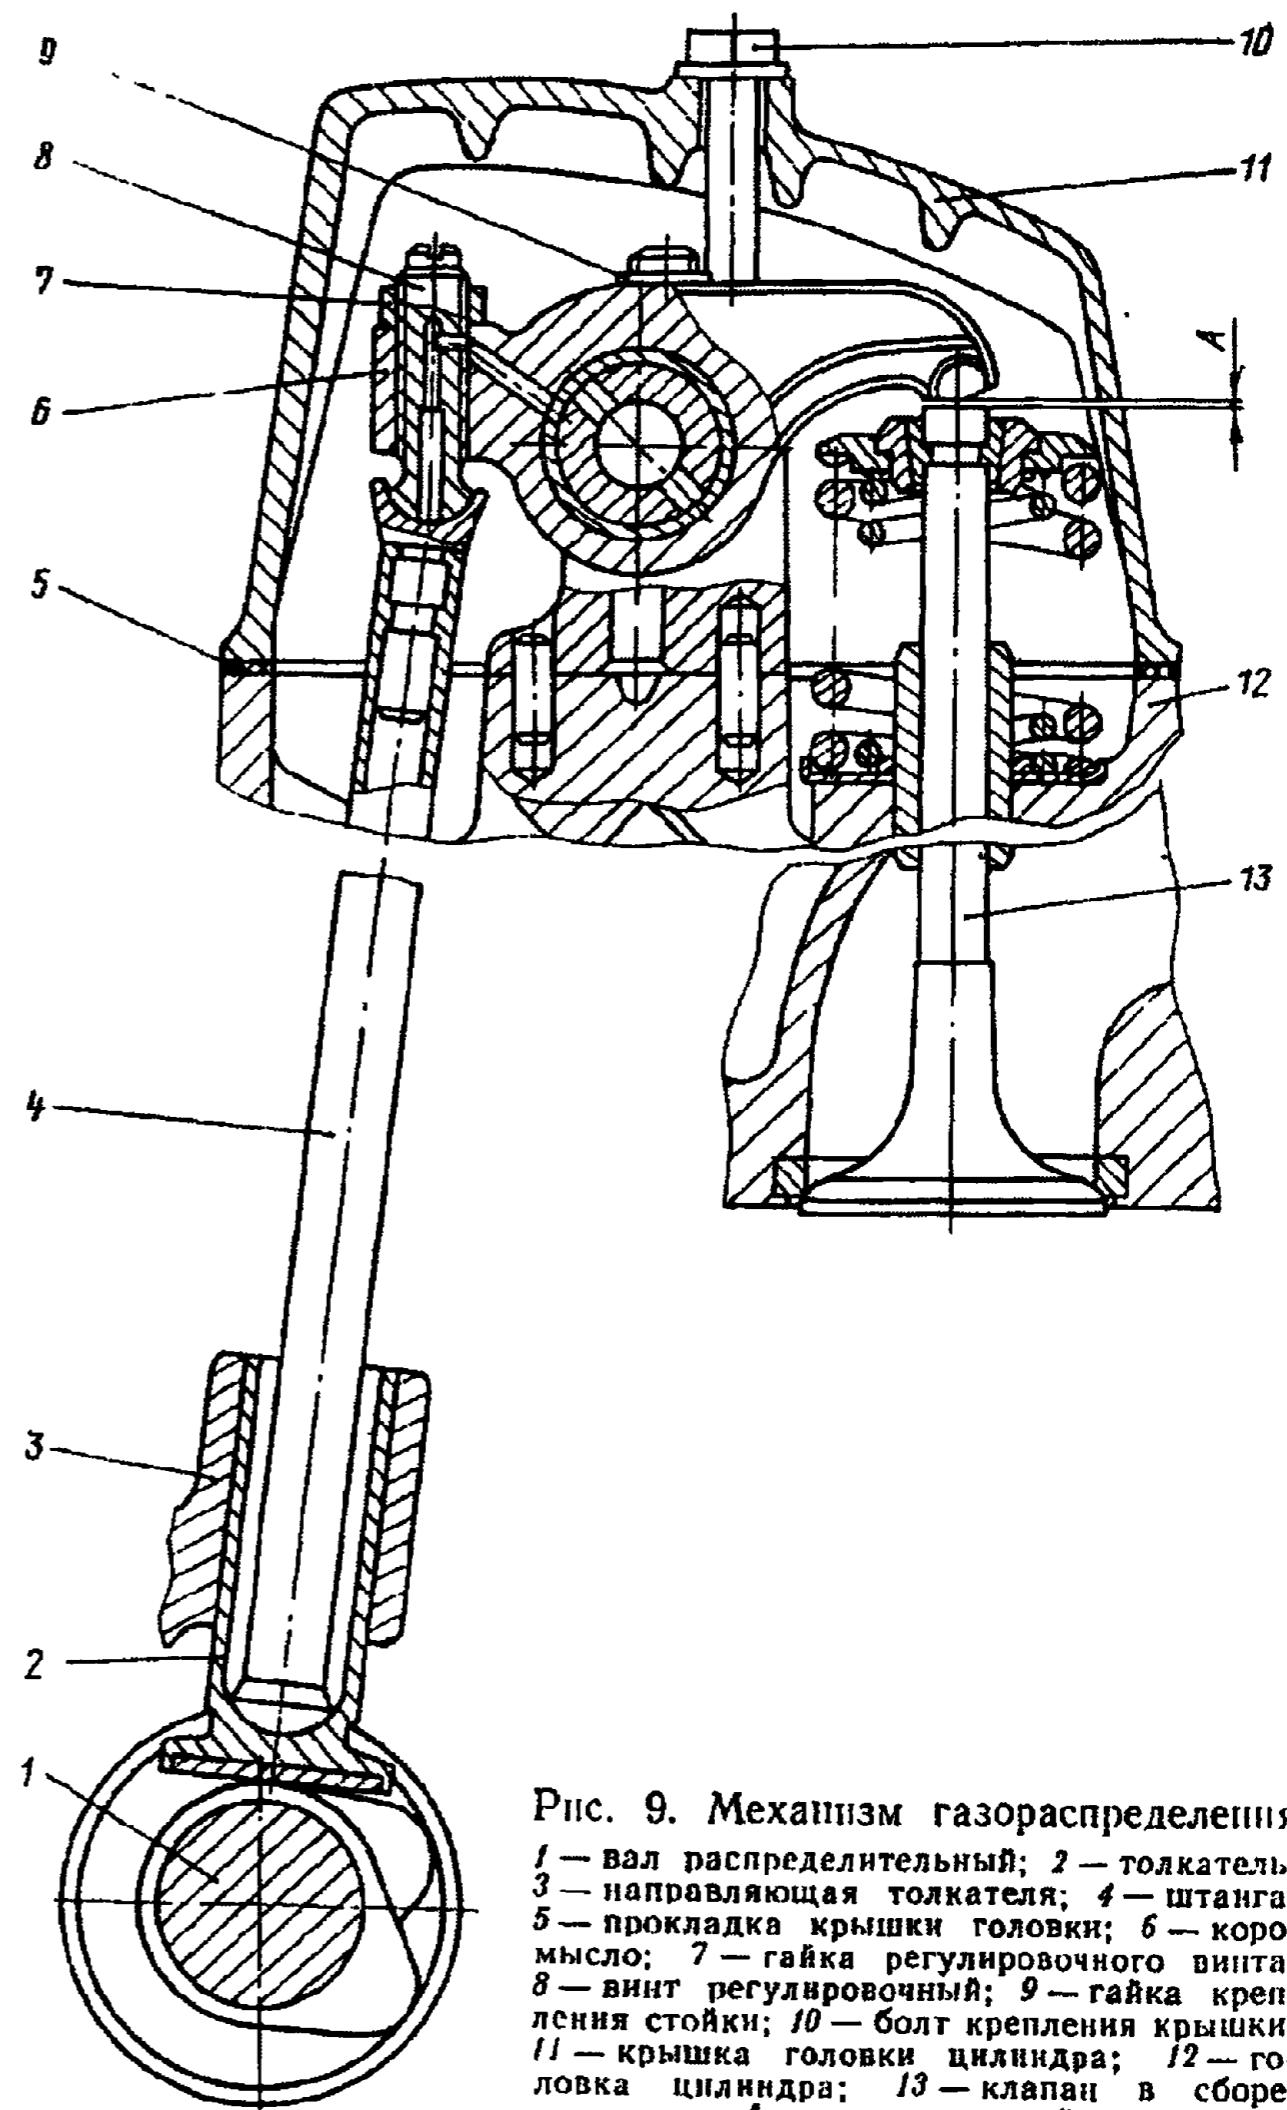
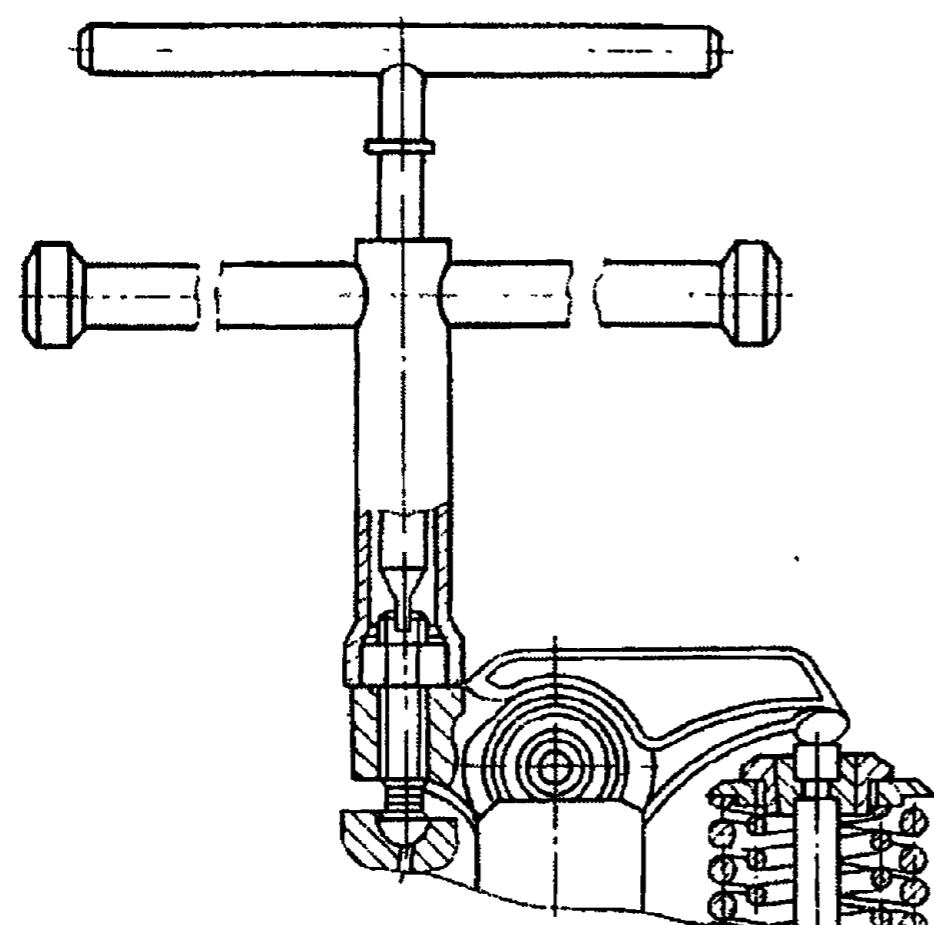

Рис. 9. Механизм газораспределения
Рис. 11. Приспособление И801.14.000 для регулирования клапанов двигателя
9. Выверните болты 10 (рис. 9) крепления крышек головок цилиндров и снимите крышки 11 с прокладками 5	Ключ 13 мм
17. Установите штанги 4 (см. рис. 9) толкателей 2, вверните регулировочные винты 8 с моментом 33,3—41,1 Н·м (3,4—4,2 кгс·м)	Отвертка, динамометрический ключ
20. Установите на головки цилиндров стойки коромысел в сборе с коромыслами 6 (см. рис. 9) и фиксаторами коромысел, заверните гайки 9 крепления стоек с моментом 41,1—51,9 Н·м (4,2—5,4 кгс·м)	Ключ 17 мм, зубило, молоток, динамометрический ключ, головка сменная 17 мм
21. Приспособлением И801.14.000 (рис. 11) отрегулируйте тепловые зазоры A (см. рис. 9) в клапанном механизме.